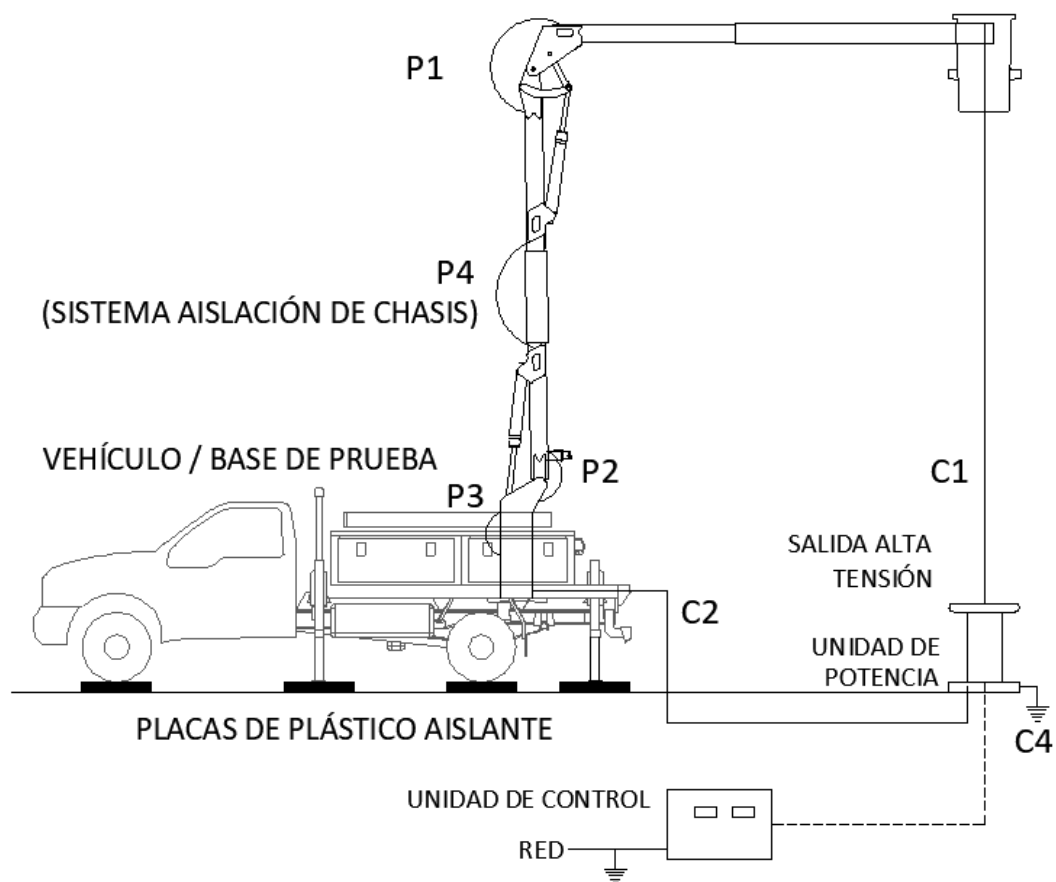

Figura 1
- 3) Garantizar la continuidad entre las juntas, se requiere derivación como se muestra en las figura 1.
- 4) Los sistemas de aislamiento del chasis, si los tiene, deben derivarse como se muestra en la figura 1.
- 5) El elevador aislado (montado sobre vehículo o en base de prueba) probará como se muestra en las figura 1
- 7) Los brazos deben colocarse como se muestra en la figura 1.